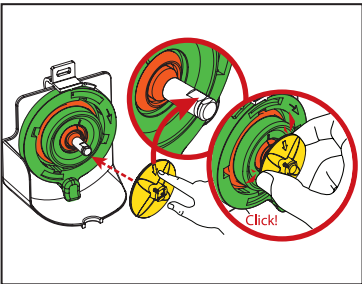

Fig.3
2. Ibalik ang mounting plate sa mixer motor at shaft. Tiyaking itapat ang arrow sa whipper tungo sa patag na patungan sa shaft. Itulak ang whipper sa shaft hanggang sa “mag-click” ito sa posisyon. (Tingnan ang Fig.3)